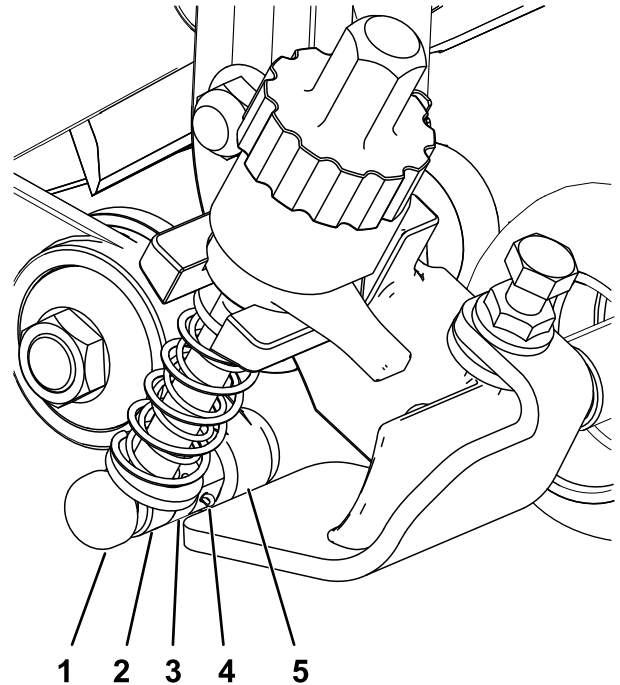

图12
3. 在怠轮总成侧将剪草高度支架的调整臂杆与怠轮总成上的调节环对准然后用调节销和开口销固定图12。